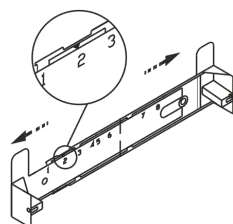

рис. 5
- увеличьте размер кронштейна (если это необходимо), раздвинув его, и установите фиксатор напротив цифры 2 (см рис. 5).
- перед установкой вытяжки снимите алюминиевый фильтр, для этого нажмите на пружинный замок на фильтре и потяните его вниз и на себя (рис. 5);